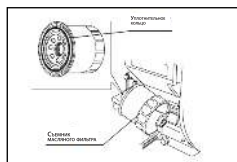

рис.18
- Вкрутите рукой новый фильтр до момента прижатия уплотнительного кольца (рис.18).